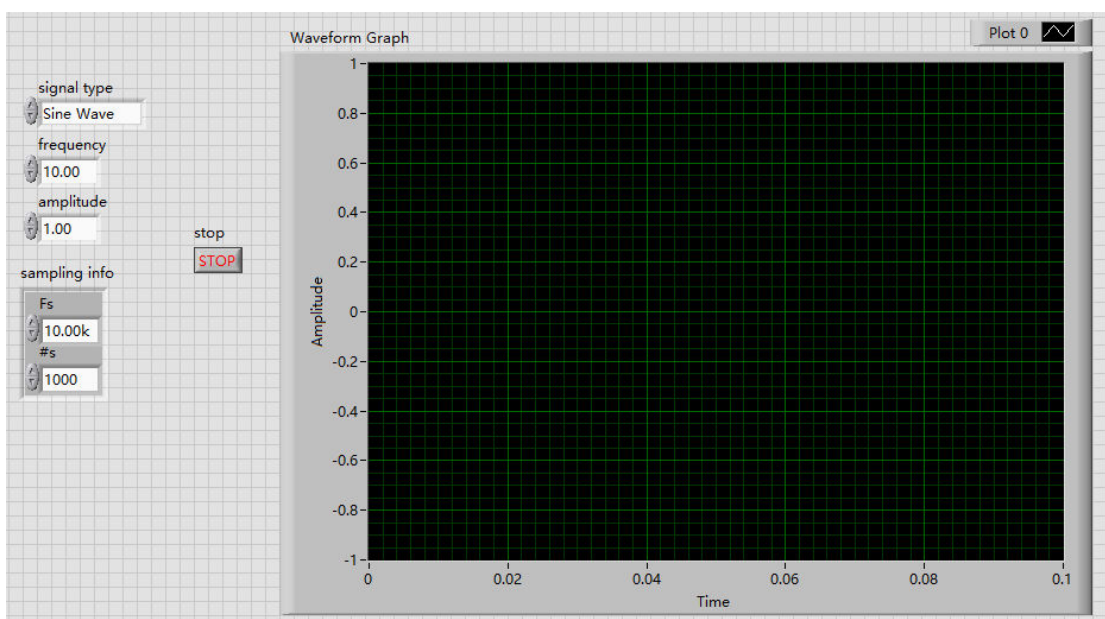
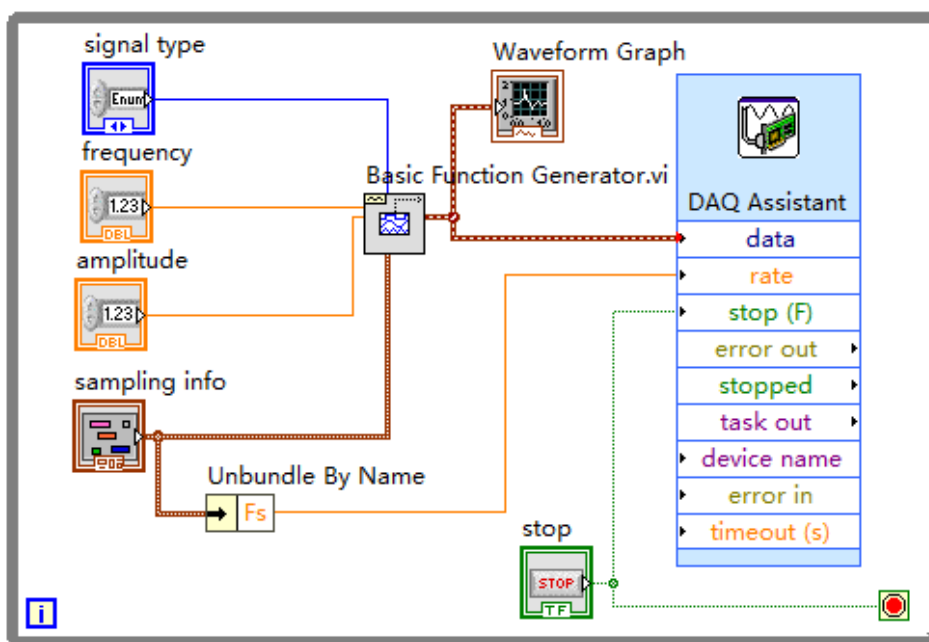
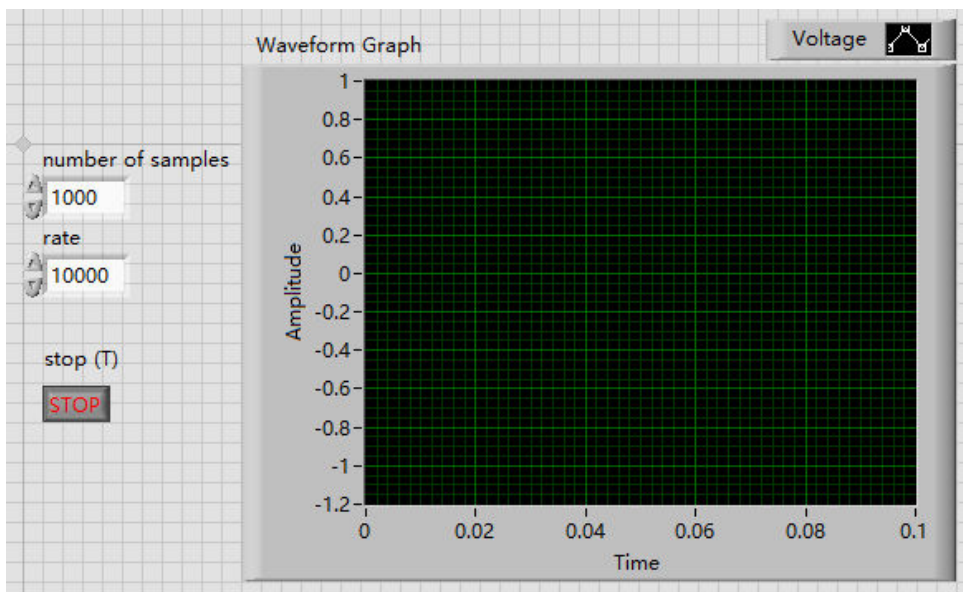
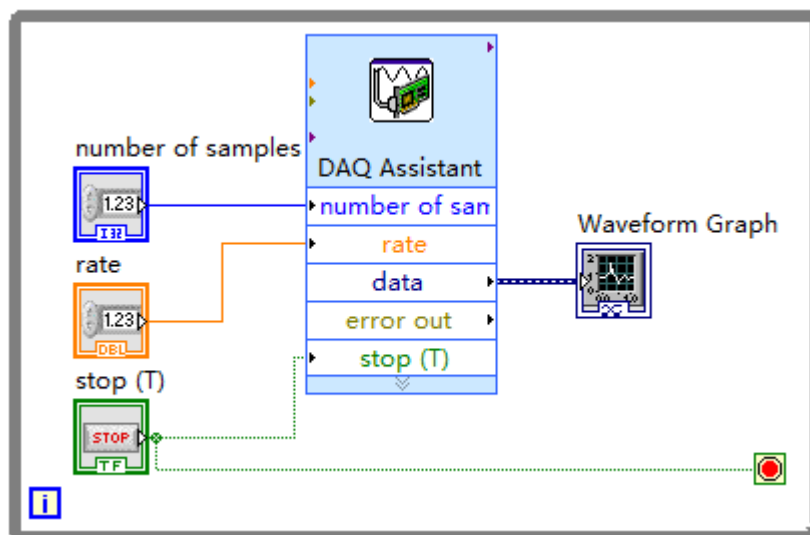

图 29-3 波形发生器前面板。
图 29-4 波形发生器程序框图。
图 29-5 示波器前面板。
图 29-6 示波器程序框图。
- （3）用 LabVIEW 编写的程序前面板上的控件图标根据输入输出特性分为哪两类？图 29-3 中的图标各属于其中的哪一类？去掉所有错误连线的快捷键是什么？请画出前面板上按动开关所用到的工具选板上的工具形状。
- （4）简单说明图 29-6 的程序框图中各个控件的作用。
前面板图和程序框图如图 29-3 和图 29-4 所示。
前面板图和程序框图如图 29-5 和图 29-6 所示。
按照图 29-3 和图 29-5 设置两个程序前面板上的参数。让开关为 False (假值) 状态 (在开关上点右键，Visible Items>>Boolean Text，可显示开关状态)。可将当前参数值设为默认值：在各个输入控件上点右键，**Data Operations>> Make Current Value Default**，这样每次重新打开程序后不必重设该参数。